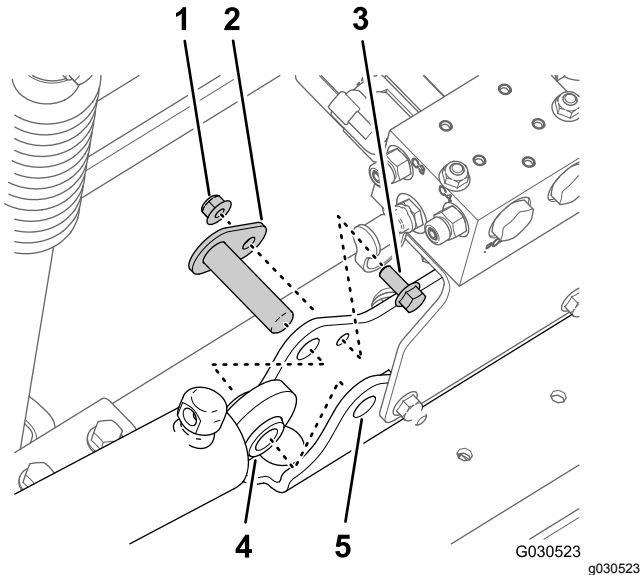

Bild 64
- Entfernen Sie die Sicherungsbundmutter (5/16") und die Bundkopfschraube (5/16" x 3/4"), mit denen der Lagerbolzen an der Zylinderbefestigung befestigt ist (Bild 64).
- Nehmen Sie den Lagerbolzen und den Hubzylinder von der Maschine ab (Bild 64).